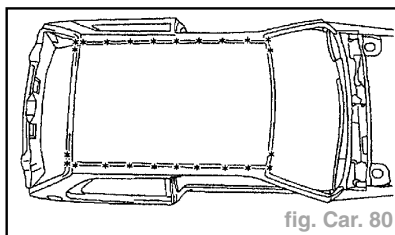

fig. Car. 80
- Dégraffer les points à l'aide d'une fraise de diamètre = 8 mm (fig. Car. 80, 81 et 82).